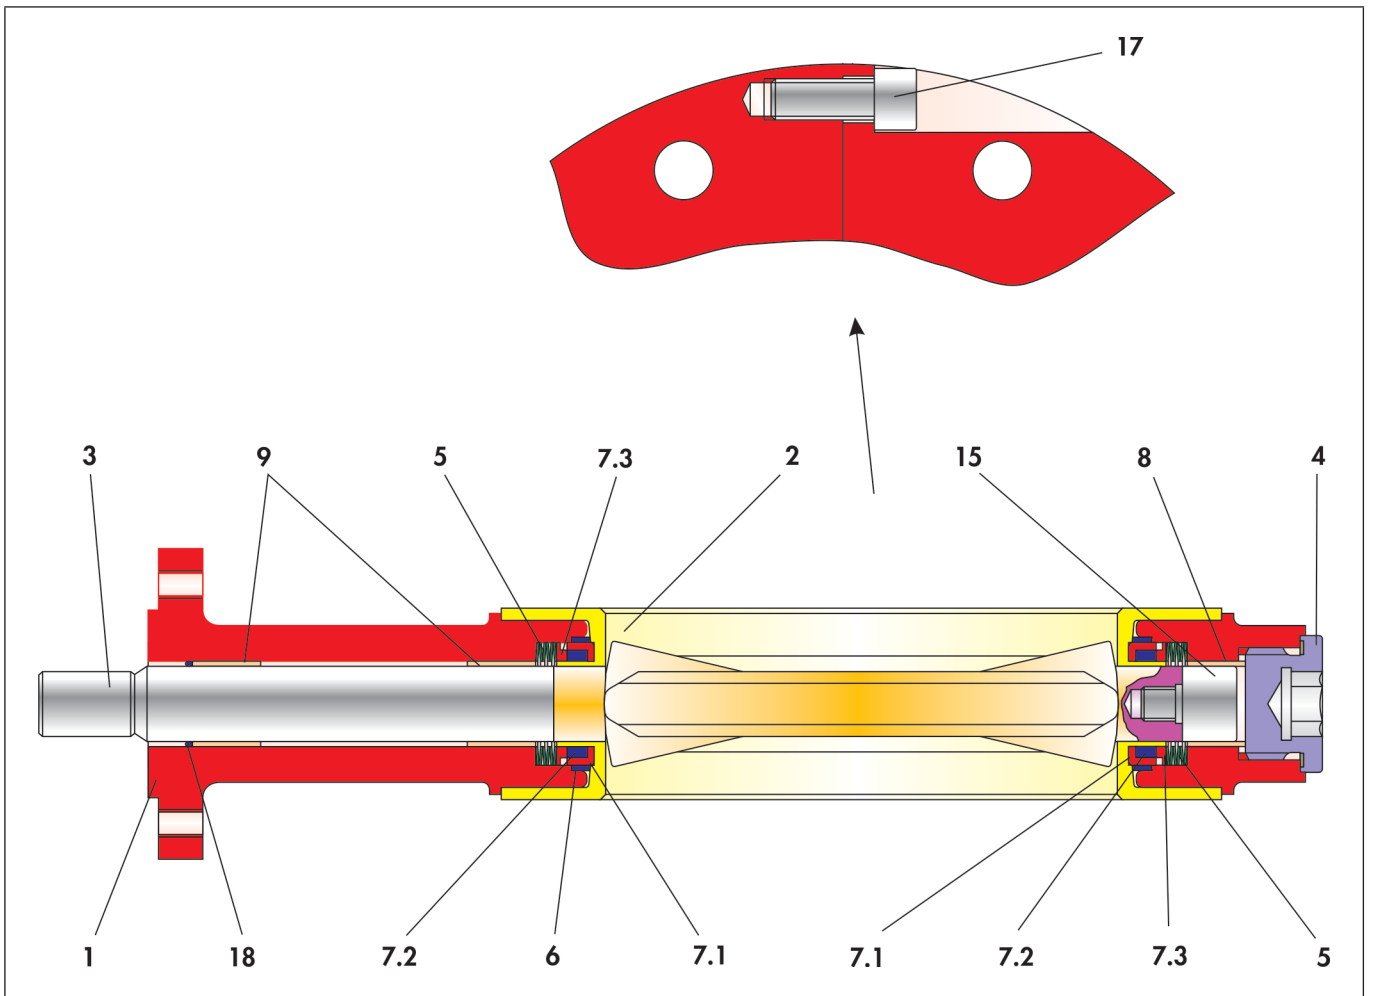

图 3-3: BR 10e 蝶阀剖面图
- ⇒ 将两端的阀盘 (7.1) 放在阀轴 (3) 和衬里 (2) 轴承环的上方。
- ⇒ 将嵌体 (6) 放在衬里 (2) 周围时确保嵌体小孔与轴承环相拟合。
- ⇒ 将轴承螺钉 (15) 拧入阀盘 (3) 的轴承轴颈。
- ⇒ 将轴承套 (8) 插入下半阀体 (1b) 的轴孔中。
- ⇒ 将由 6 个盘簧组成的盘簧组 (5) 放入半阀体 (1b) 的相应位置。请参阅图 3-3 了解盘簧的排布。
- ⇒ 将轴承套 (9) 插入上半阀体 (1a) 的轴孔中。
- ⇒ 将由 6 个阀盘组成的盘簧组 (5) 插入半阀体 (1a) 的相应位置。请参阅图 3-3 了解盘簧的排布。